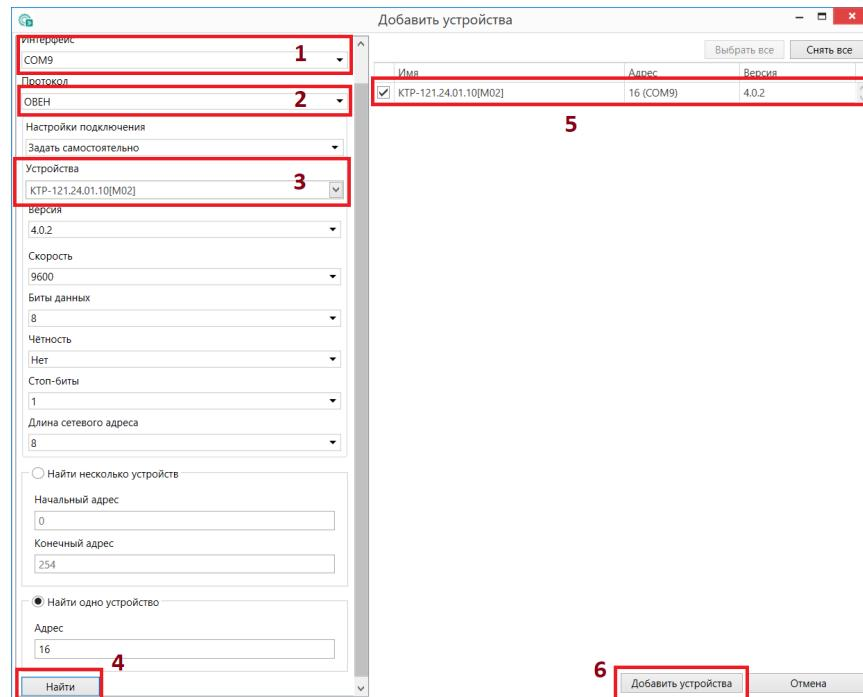

Рисунок 6.1 – Настройки связи с устройством
6. Выбрать интерфейс «Устройство с последовательным интерфейсом USB» (см. рисунок 6.1, 1). Номер СОМ порта, присвоенный прибору можно узнать в Диспетчере устройств Windows.
7. Выбрать протокол **ОВЕН** (см. рисунок 6.1, 2).
8. Выбрать устройство (Пункт 3 на рисунок 6.1). Модификация КТР-121 указана на боковой стороне прибора.
9. Выбрать «Найти одно устройство», если добавляется один прибор. Запустить поиск нажатием на кнопку «Найти» (см. рисунок 6.1, 4).
10. Выделить найденное устройство (см. рисунок 6.1, 5).
11. Добавить устройство в проект Конфигуратора по нажатию кнопки «Добавить устройства» (см. рисунок 6.1, 6).
- Нажать на кнопку **Обновить устройство** в контекстном меню выбранного устройства или в главном меню. Откроется диалоговое окно для смены встроенного ПО устройства. Допускается обновление одного или нескольких устройств. Устройства следует выделить в области устройств (см. рисунок 6.1, 5) и выбрать **Обновить устройство** в контекстном меню или главном меню.